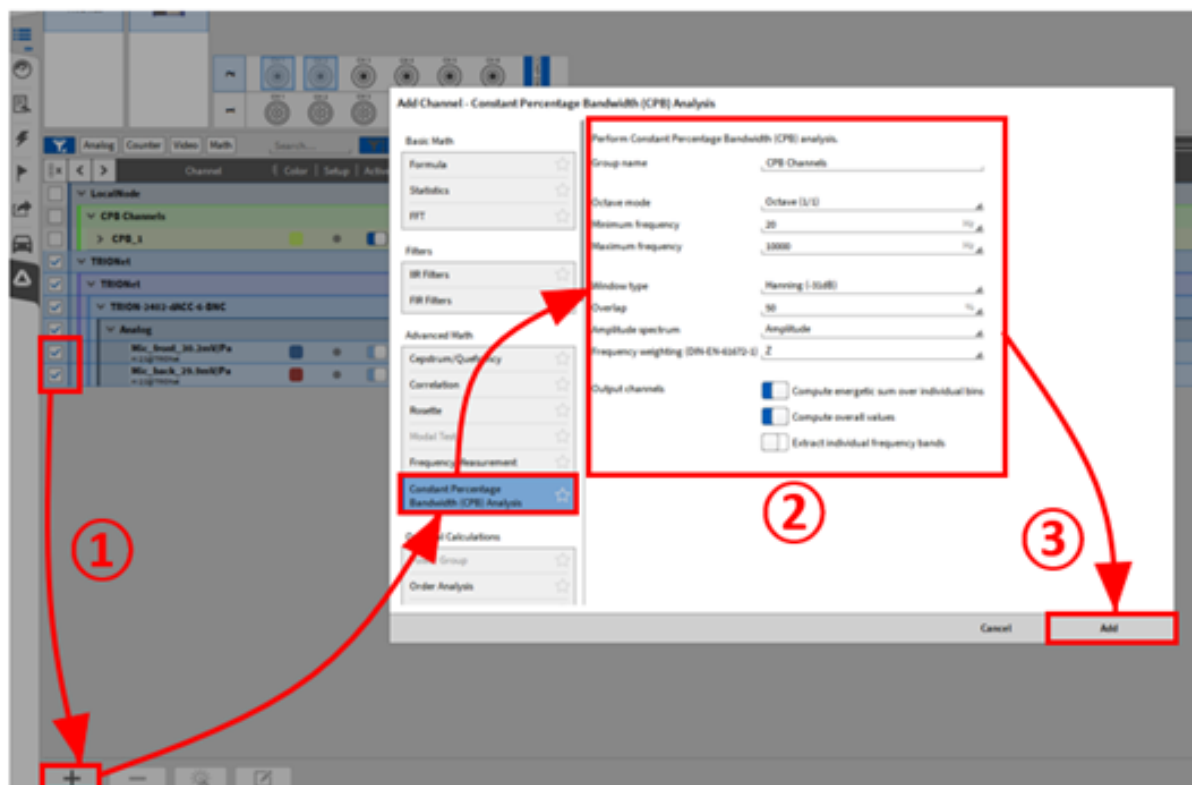

Abb. 7.128: Erstellung einer CPB Analyse
Die folgenden Optionen können bei einer CPB-Berechnung gewählt werden (siehe ② in Abb. 7.128):